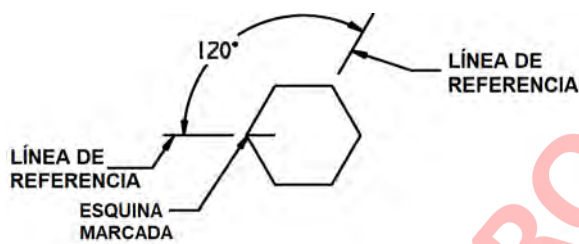

FIGURA 2-9. 120 GRADOS DE AVANCE
18. Marque una esquina de la cabeza del tornillo con un marcador de pintura como se muestra en la Figura 2-9. Dibuje una línea de referencia en la superficie de la suspensión (o bastidor) al lado de la esquina marcada en el tornillo. Dibuje una línea de referencia en la superficie de la suspensión (o bastidor) 120° grados adelante de la esquina marcada en el tornillo.